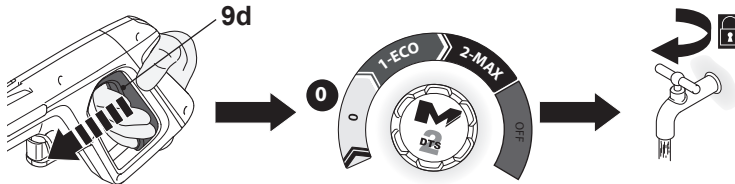

Fig. 23
1. Eliberați declanșatorul (9d) (Fig. 23).